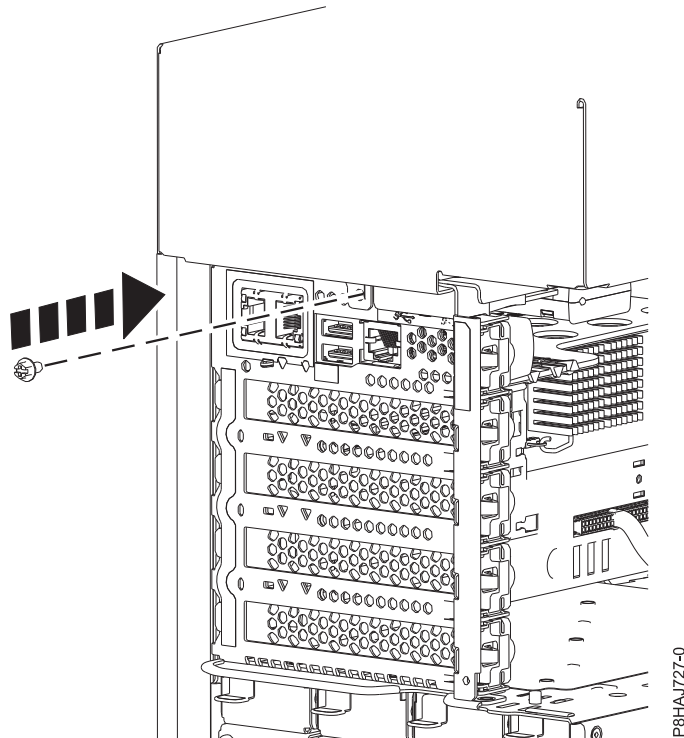

Figura 41. Colocación del tornillo de la cubierta lateral de 8286-41A
5. Ponga el tornillo posterior de la cubierta lateral con un destornillador de estrella, tal como se muestra en la Figura 41 en la página 55.